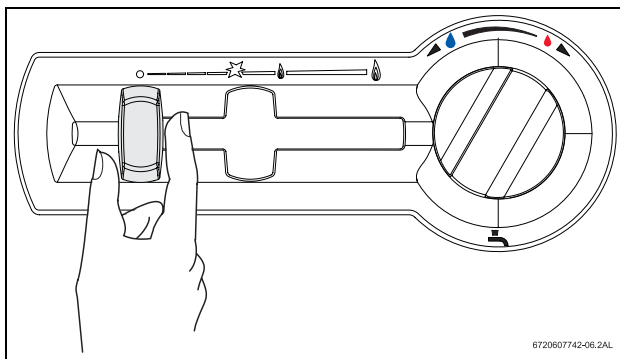

Bild 14
- Verschlusschraube für Messtelle Düsendruck lösen (Bild 14).